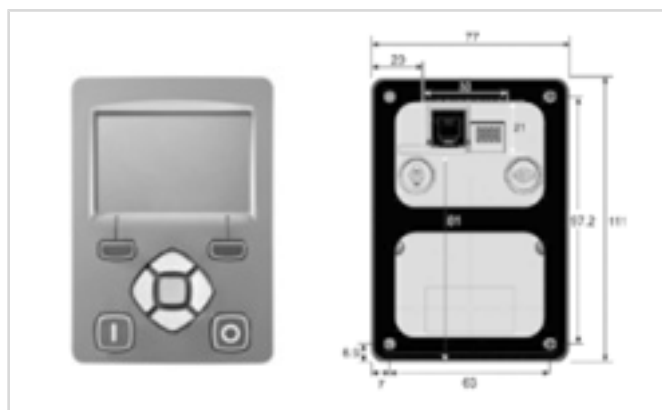

Рис. 20: Вид панели управления спереди и сзади с крепежными отверстиями и углублениями на обратной стороне (для внешнего монтажа)
Монтаж (см. рис. 20, стр. 32):
- На двери распределительного шкафа предусмотрите прорези для подключений на задней стороне панели управления (см. рис. 20, стр. 32)!